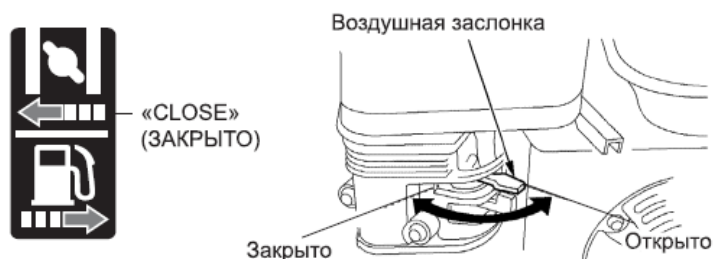

Рисунок 10 – Воздушная заслонка
6.3.2. При запуске холодного двигателя рычаг воздушной заслонки должен находиться в положении «закрыто» - крайнее левое положение (рисунок 10).